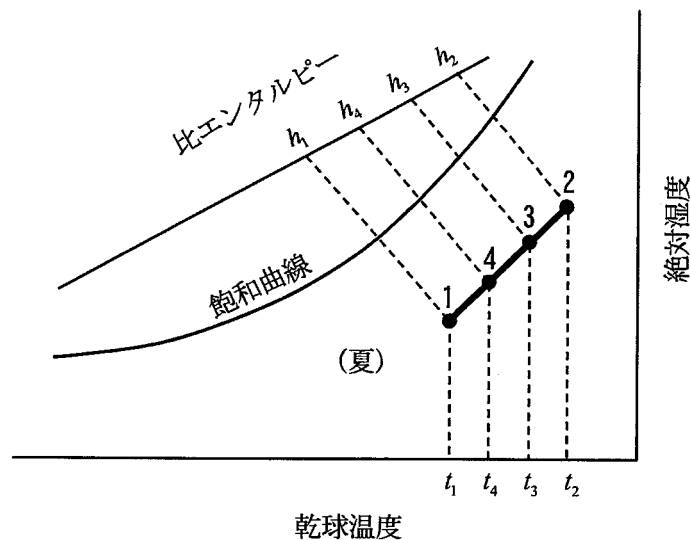
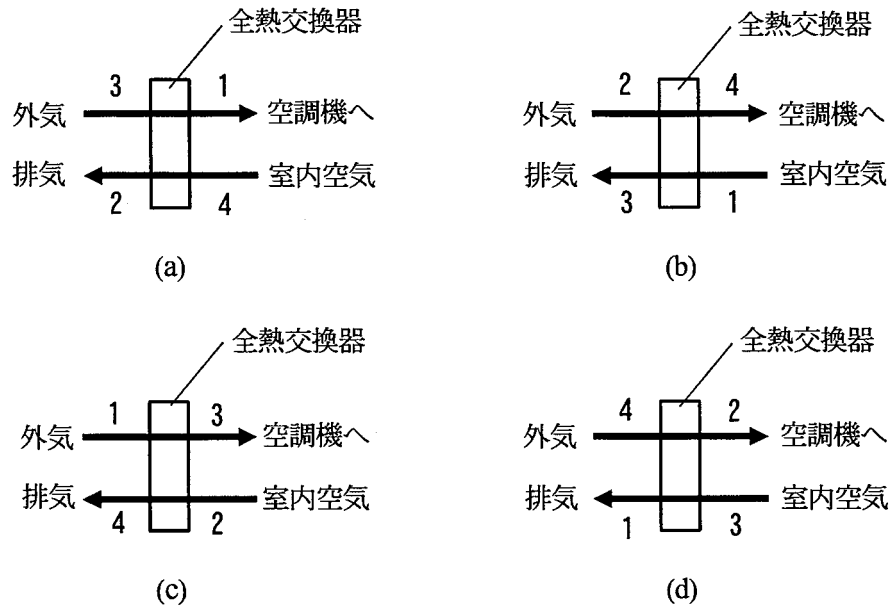

図2
図3
2) 図2は、夏の冷房時に全熱交換器を用いるときの外気と室内空気の状態変化を空気線図上に示したものである。ただし、この状態変化は全熱交換効率と顕熱交換効率が同じ場合のものである。
ここで、図2中の1、2、3、4の点と全熱交換器の出入り空気の関係を示した図は、図3の